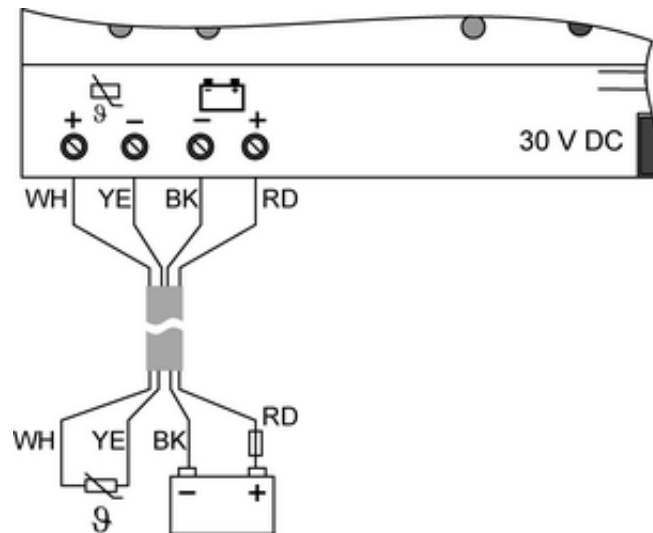

Bild 3: Anschluss eines Akkus &gt; 5 Ah mit 4-adrigem Kabelsatz
**Anschluss eines Akkus mit einer Kapazität > 5 Ah (Bild 3)**